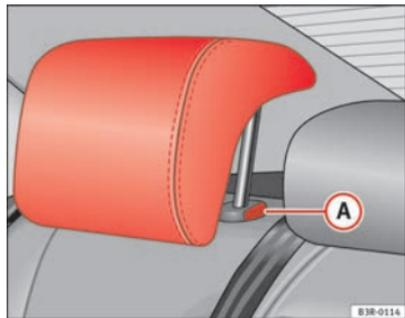

Fig. 112 Sedili posteriori esterni: Poggiatesta
- Premere il pulsante **A** ⇒ fig. 112 e abbassare il poggiatesta.
- Premere il tasto **(A)** ⇒ fig. 112) ed estrarre contemporaneamente il poggiatesta.